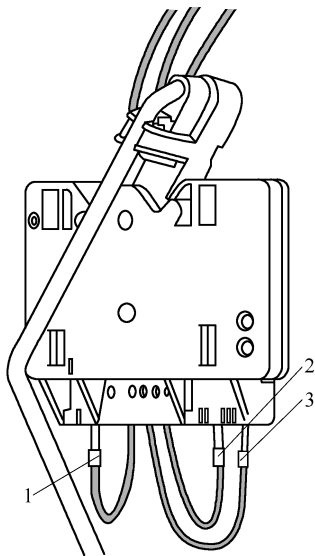

图 2-5-18 拆卸线束插头连接
3) 脱开插头连接 1(棕色)、2(蓝色)和 3(黑色), 如图 2-5-18 所示。